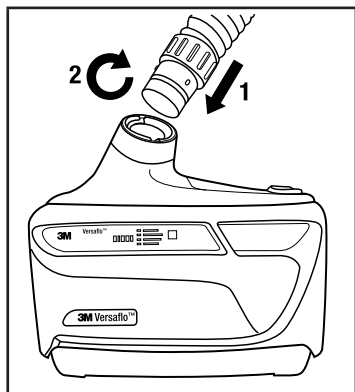

Fig. 11 Instalação da Traquéia
1. Insira a extremidade da traquéia com o encaixe da baioneta (dois pinos pequenos) nas fendas paralelas na saída de ar do motorizado (Fig. 11).